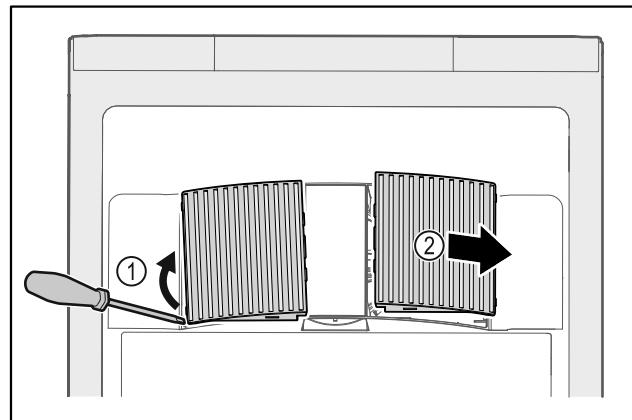

Fig. 58
- Opatrne vytiahnite kryty ventilátorov z bočnej strany Fig. 58 (1) a vyberte ich smerom dopredu Fig. 58 (2).